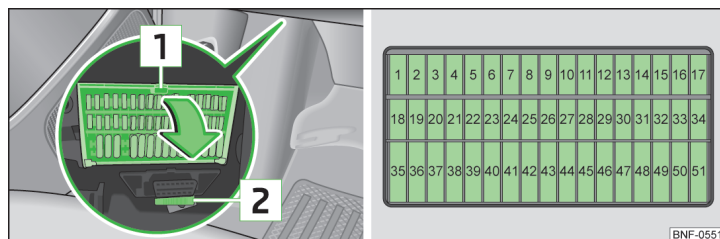

Fig. 125 Panoul de siguranțe / siguranțele
Siguranțele se găsesc sub volan, în partea inferioară a bordului » fig. 125.
- Apăsăți eclisa de siguranță **1** » fig. 125.